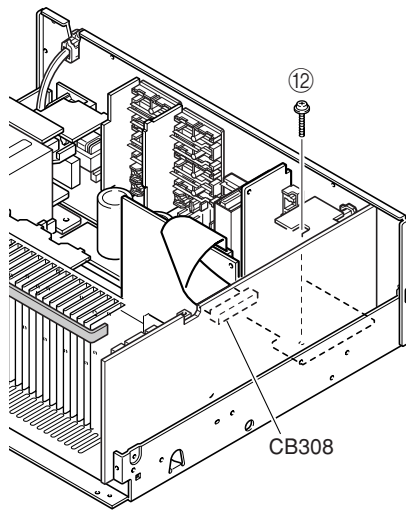

Fig. 5
5. Removal of FUNCTION (1) ~ (6), POWER (8) P.C.B.s and Tuner
- Remove CB308. (Fig. 5)
- Remove 1 screw (12). (Fig. 5)
- Remove FUNCTION (1) ~ (6), POWER (8) P.C.B.s and the Tuner. (Fig. 5)
5. FUNCTION (1) ~ (6)、POWER (8) P.C.B.、TUNERの外し方
- CB308を外します。(Fig. 5)
- 12のネジ1本を外します。(Fig. 5)
- FUNCTION (1)~(6)、POWER (8) P.C.B.、TUNERを取り外します。(Fig. 5)